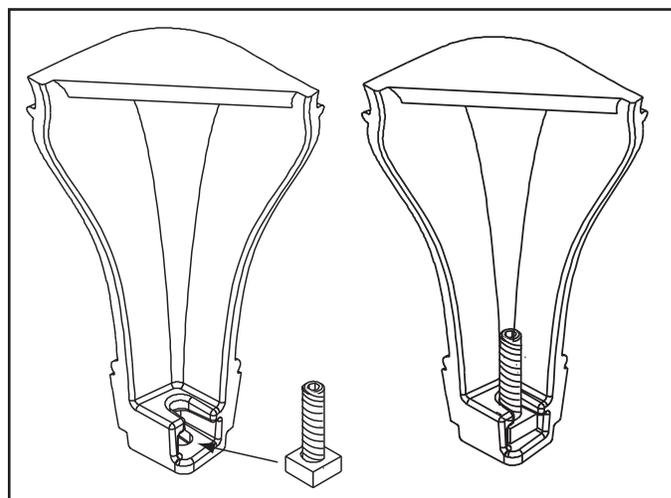

Figure 24.3
9. Glissez les assemblages de boulons/écrous Allen dans les fentes de deux des pieds, les écrous vers le bas (**Figure 24.3**).